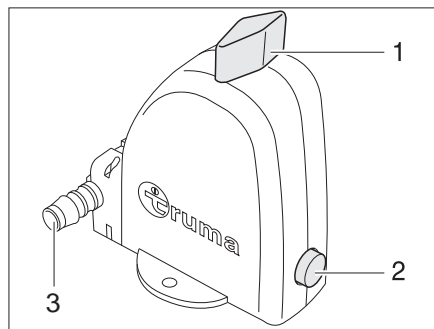

Fig. 211 Válvula de seguridad/purga de la caldera - Posición de funcionamiento
La caldera está equipada con una válvula de seguridad/purga (Fig. 211). La válvula de seguridad/purga evita que el agua de la caldera se congele cuando no esté conectada la calefacción en caso de helada.
- ▷ El tubo de vaciado (Fig. 211,3) de la válvula de seguridad/purga debe estar siempre exento de ensuciamientos (p.ej. follaje, hielo).
- Girar el botón giratorio (Fig. 211,1) en 90° longitudinal a la válvula de seguridad/purga.
- El pulsador (Fig. 211,2) salta afuera. La caldera se vacía hacia fuera a través del tubo de vaciado (Fig. 211,3) de la válvula de seguridad/purga
- Girar el botón giratorio (Fig. 211,1) en 90° transversal a la válvula de seguridad/purga.
- Presionar el pulsador (Fig. 211,2).